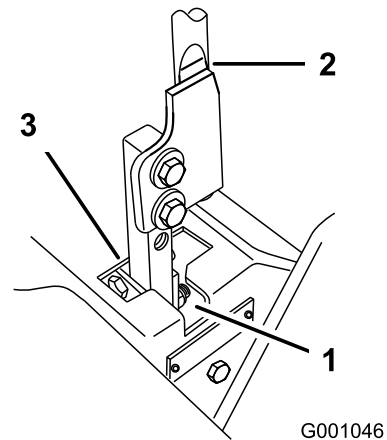

Figura 48
- Mueva la palanca a la posición de punto muerto, pero no bloqueada (Figura 48).
7. Compruebe la posición de la palanca de control con relación a la muesca de la consola (Figura 48). Debe estar centrada para que la palanca pueda girar hacia fuera a la posición de bloqueo/punto muerto.